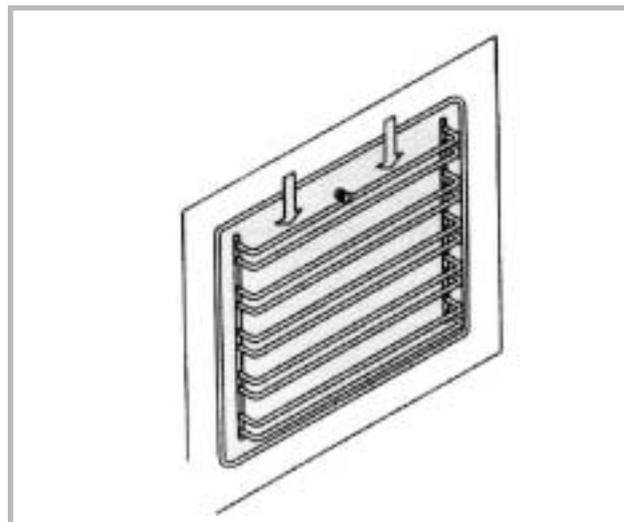

Figure 10
1. Saisissez la partie supérieure des tiges de guidage et poussez vers le bas pour les détacher (figure 10).